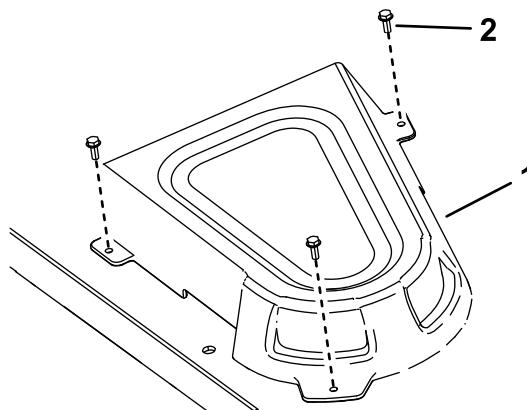

Figura 65
4. Retire las cubiertas de la polea (Figura 65).
8. Instale las cubiertas de la polea (Figura 65).